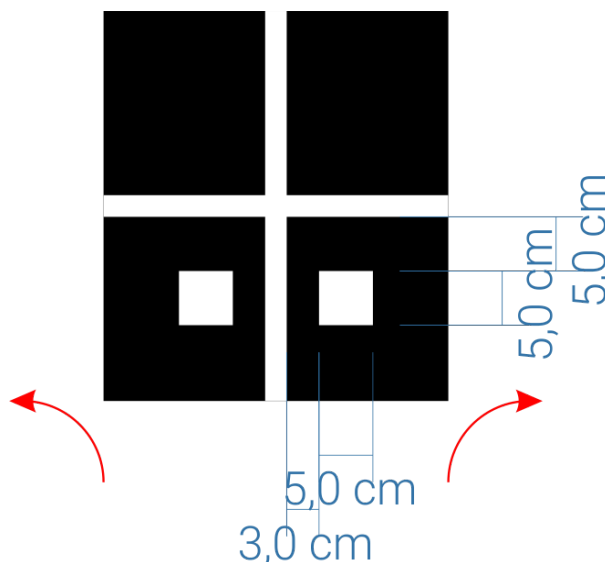

Figura 7. Bifurcação em T.
- d) Bifurcações em T, cuja identificação conta com duas marcas brancas de 5,0 x 5,0 cm posicionadas de maneira simétrica à linha central do percurso (Figura 7), estando a 3,0 cm de cada lado desta e a 5,0 cm da bifurcação. O robô deve decidir, então, para qual lado seguir, sendo que um dos lados acarretará em um trajeto menor. Na reunião de capitães, a ser realizada no primeiro dia do evento, será informado qual lado corresponderá ao menor trajeto.